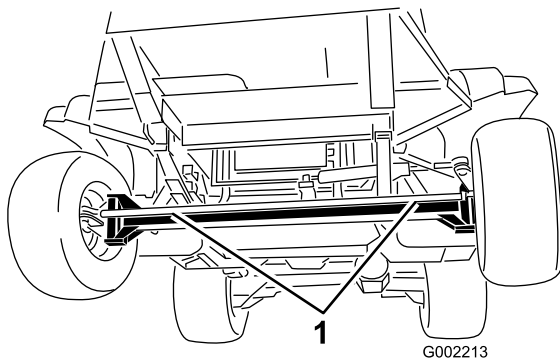
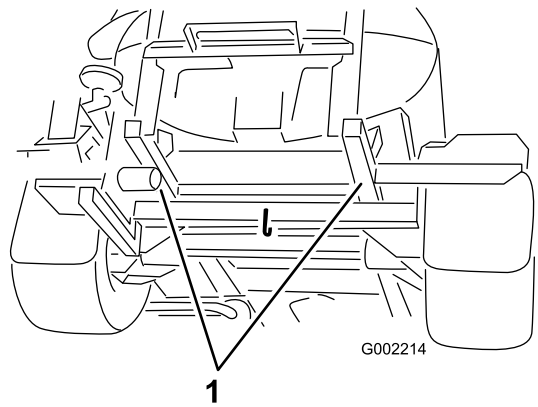

Figure 51
Figure 52
- Accrochez un câble de remorquage au cadre; voir les points de remorquage avant et arrière (Figure 51 et Figure 52).